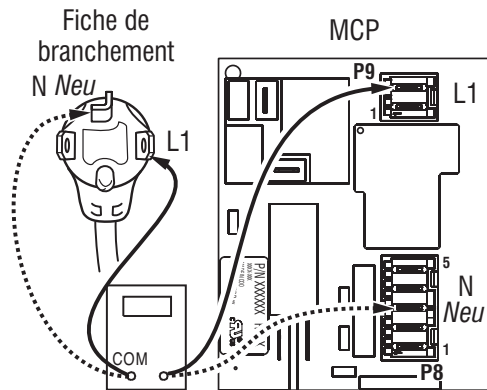

Figure 13 - Raccordement entre fiche et borne pour une sècheuse électrique.
- 4.** Avec un ohmmètre, contrôler la continuité entre les broches L1 et N de la fiche de branchement du cordon d'alimentation et les bornes L1 et N du MCP. Voir figure 13.